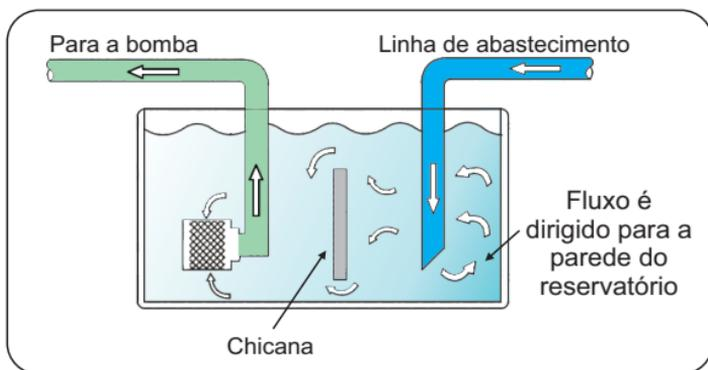

Figura 4
5.23 O ponto de captação de água para a bomba deve ficar o mais afastado possível da tubulação de abastecimento do reservatório, evitando assim, a sucção de bolhas de ar. Não havendo essa possibilidade, pode-se instalar chicanas no reservatório (ver figura 4).